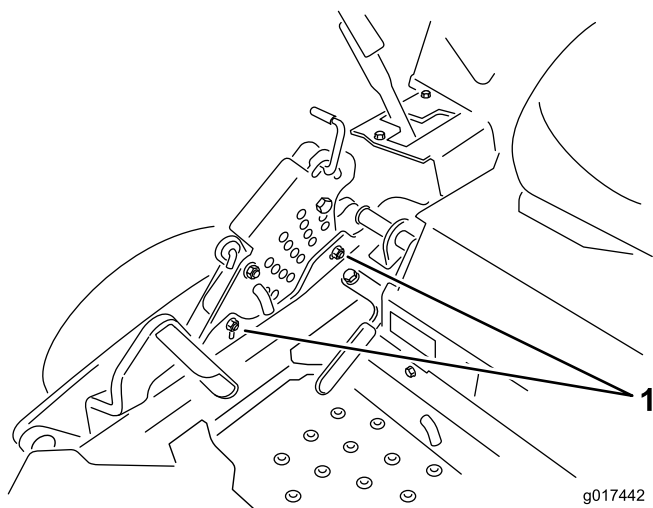

Figura 74
- Para ajustar el sistema de ajuste de un solo punto, afloje los dos pernos situados cerca del borde inferior de la pletina de altura de corte. Consulte Figura 74.
14. Apriete los dos pernos situados cerca del borde inferior de la pletina de altura de corte (Figura 74). Apriete a 37–45Nm (27–33pies-libra).